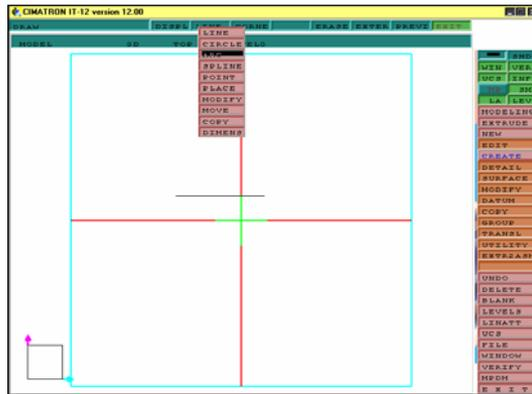
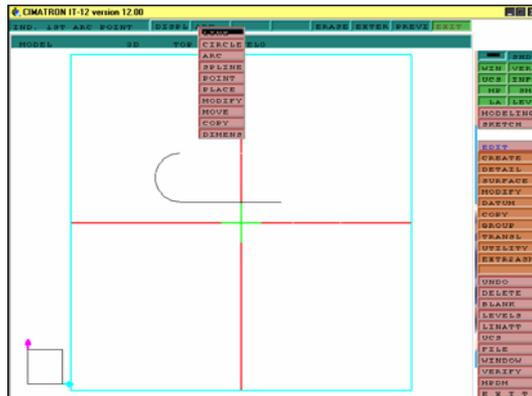

Рисунок 3
Рисунок 4
3. Теперь выбираем команду CREATE > EXTRUDE > NEW, курсором указываем на границу горизонтальной плоскости, в которой будем производить построение криволинейного контура и нажимаем левую клавишу мыши, контур плоскости меняет цвет. Далее F8>PICTUR>TOP>F8>AW, появляется вид сверху. На размеры не обращаем внимание. Рисуем командой LINE линию, затем переходим на команду ARC (рис.3), рисуем полуокружность, затем переходим на команду LINE (рис.4).